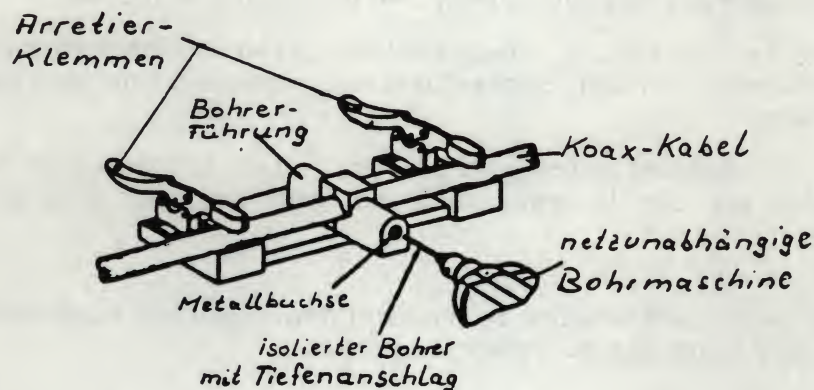
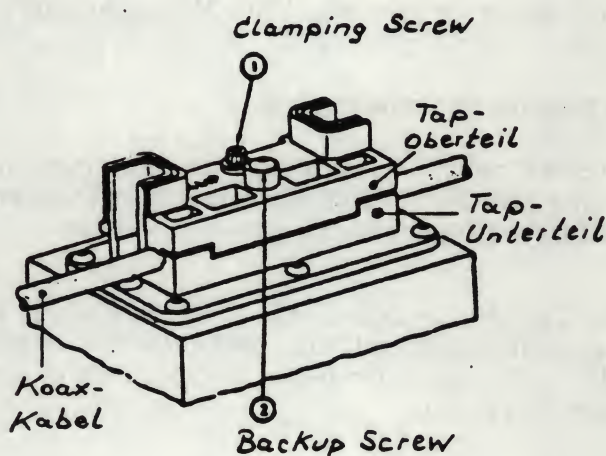

Bild 2: Bohrvorrichtung mit Bohrerfuehrung
Bild 4: Anschluss-Tap des Transceivers B 923.411
1. Bohrvorrichtung mit Bohrwerkzeug (Bild 2)
Zur Montage des Transceivers am Koaxkabel muss das gelbe Ethernetkabel mit Hilfe einer *Bohrschablone* (Bild 2) von beiden Seiten soweit angebohrt werden, dass Kabelmantel und Schirm durchloechert sind. Die Kontaktnadel im Tap-Unterteil (*stationary probe*) sowie ihr Gegenstueck im Oberteil (*back-up probe*) durchdringen dann beim Schliessen des Taps das Dielektrikum des Koaxkabels und beruehren die Seele des Kabels (Bild 4).
1. Tapoberteil durch Loesen der *clamping screw* (Bild 4) mit Imbus-Schluessel 3/16 Zoll abschrauben.